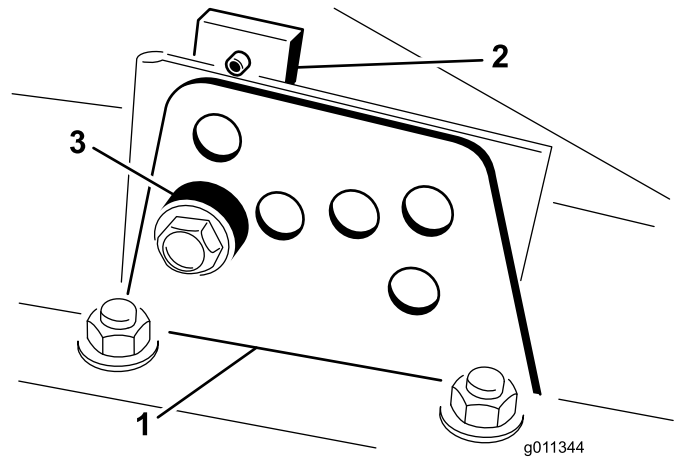

Figura 20
2. Afloje el perno que sujeta cada soporte de altura de corte a la pletina de altura de corte (delante y en cada lado), tal y como se muestra en la Figura 20.
4. Sujetando la cámara, retire el espaciador (Figura 20).